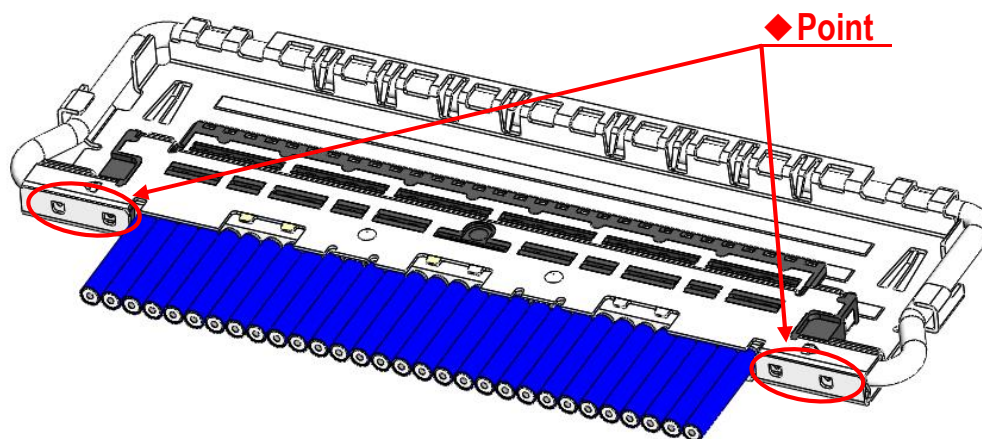

図 14. Shell-A 及び Shell-B 半田付け箇所
⑤Shell-A と shell-B を半田コテにて全箇所半田付けすることを推奨する。（図.14◆部）